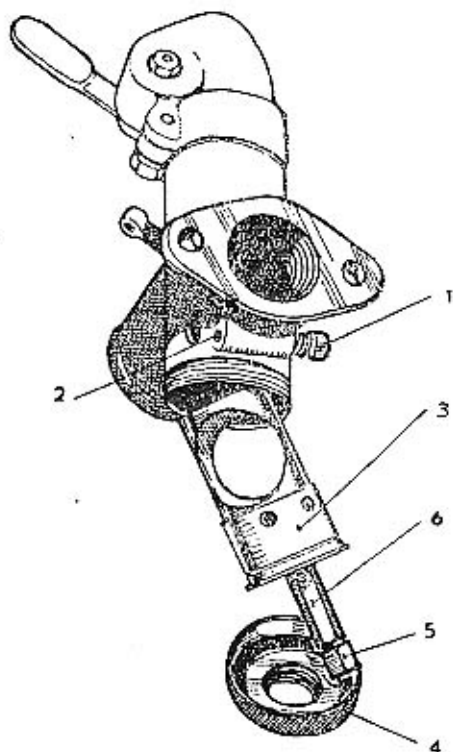

Abb. 84
Wie reinigt man die Schieberkammer? Siehe Abbildung 84.
Der innere Körper der Kammer wird von der Mutter (4) gehalten. (Schlüssel Nr. 24.) Achtung auf die Dichtung! Es ist nicht anzunehmen, daß ein Lenker jemals den Vergaser so gründlich auseinandernehmen wird, daß er bis zum inneren Körper (3, Abbildung 84) gelangen könnte. Wir machen bloß aufmerksam, daß die Öffnungen (5, Abbildung 83) im Innern des Körpers ebenso genau gebohrt sind wie die Düse und sich von aussen verstopfen können, wenn der Fahrer nicht von Zeit zu Zeit die Oberfläche des ganzen Apparates abwischt.
Falls der Motor auf das wagrechte Schraubchen (1, Abbildung 84) mit dem der Leerlauf eingestellt wird, nicht reagiert, ist die Öffnung